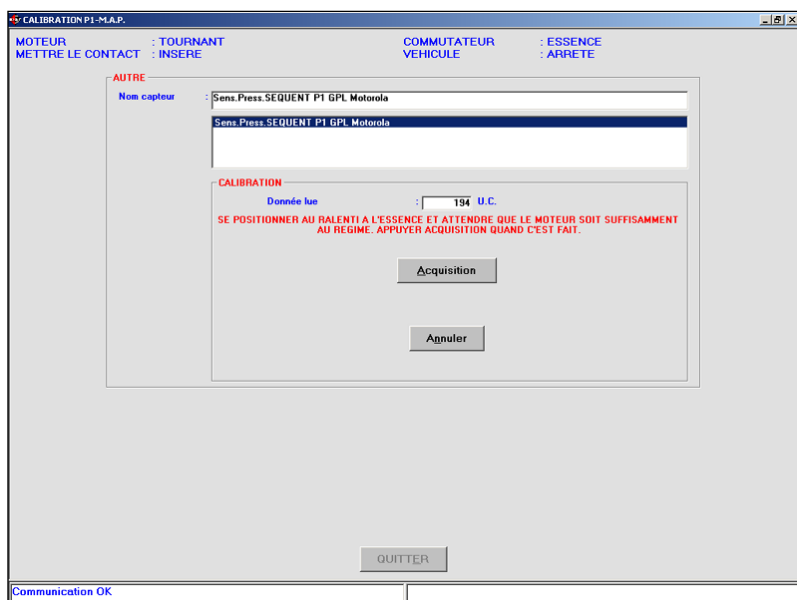

Fig. 5.14: Mise au point – calibrage M.A.P. par manomètre extérieur, acquisition deuxième valeur
4. Faire rouler le véhicule au ralenti (voir figure 5.14).